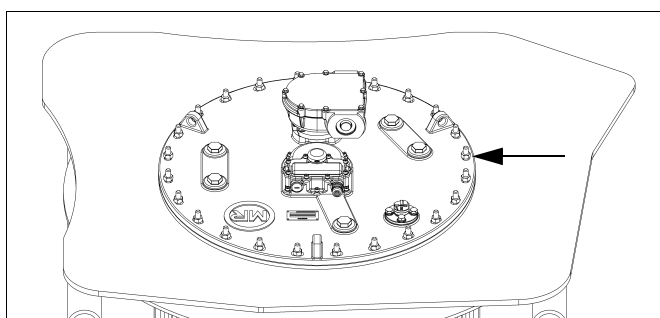

рис. 83
- 8) Прикрутите головку устройства DEETAP® DU к монтажному фланцу с помощью шайб и гаек (Md = 35+5 Нм, рис. 83).